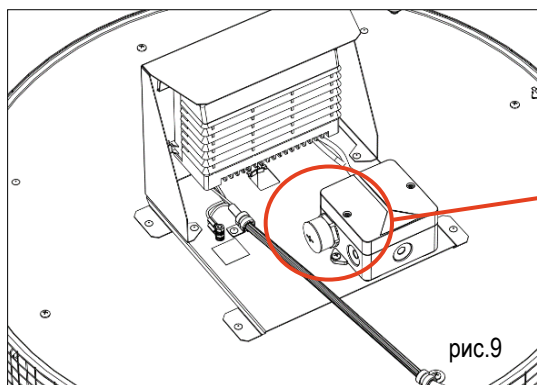

рис.9
- Для регулирования скорости снимите заглушку слева (рис.9).